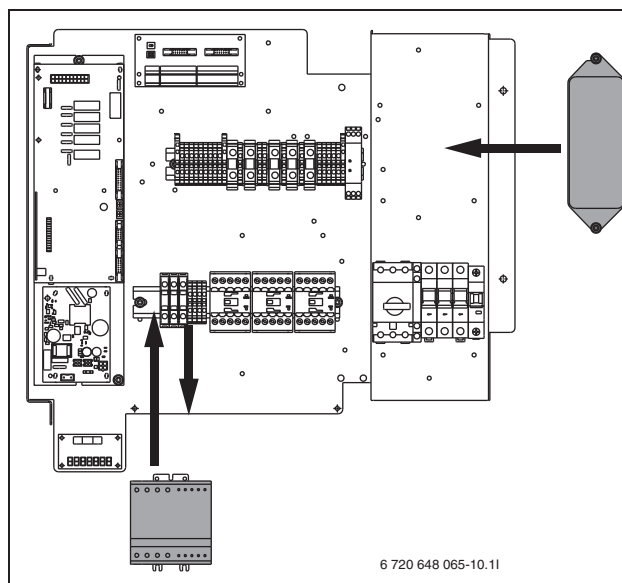

Bild 36 Montering av mjukstart och filter
- (→ Bild 36) Kontrollera att kraftkablarna ligger i följande ordning på kopplingsplintarna: L1 svart, L2 brun, L3 grå. Avlägsna kablarna och demontera plintarna.
- (→ Bild 36) Montera EMC-filtret i befintliga hål.